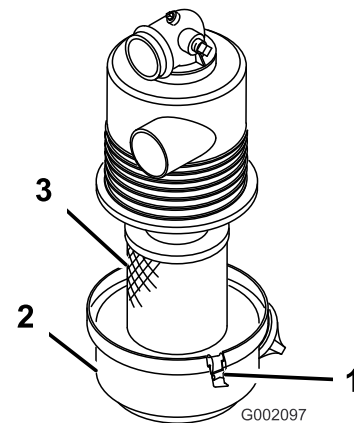

Figure 26
- Insérez l'élément filtrant dans le boîtier du filtre à air (Figure 26).
- Mettez le couvercle en place sur le boîtier du filtre à air et fixez-le en position avec les attaches (Figure 26).